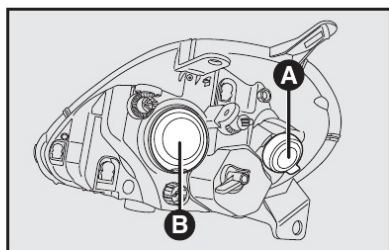

fig. 17
- Remover a tampa de plástico **A-fig. 17**;
- Introduzir novamente o porta-lâmpada e remontar a tampa **A-fig. 17**.
- Remover a tampa **B-fig. 17**;
- Montar a tampa **B-fig. 17** assegurando-se do correto bloqueio.